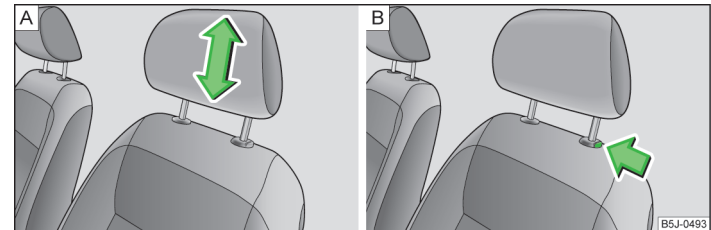

Abb. 42 Kopfstütze: Einstellen / Ausbauen
- › Die Kopfstütze seitlich mit beiden Händen anfassen und diese je nach Wunsch nach oben schieben » Abb. 42 - **A**.
- › Möchte man die Kopfstütze nach unten verschieben, dann die Sicherungstaste » Abb. 42 - **B** mit einer Hand drücken und gedrückt halten, und mit der anderen Hand die Kopfstütze nach unten drücken.
- › Die Sicherungstaste in Pfeilrichtung drücken » Abb. 42 - **B** und die Kopfstütze herausziehen.